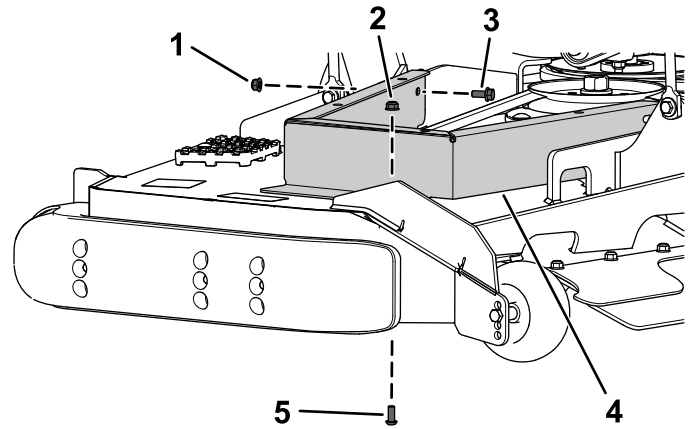

Bild 7
- Befestigen Sie den linken Riemenscheibenabdeckung am Mähwerk mit der zuvor entfernten Halbrundschaube (5/16" x 3/4") und Bundmutter (5/16") und der neuen Bundkopfschraube (5/16" x 3/4") und Bundmutter (5/16"), wie in Bild 7 dargestellt.